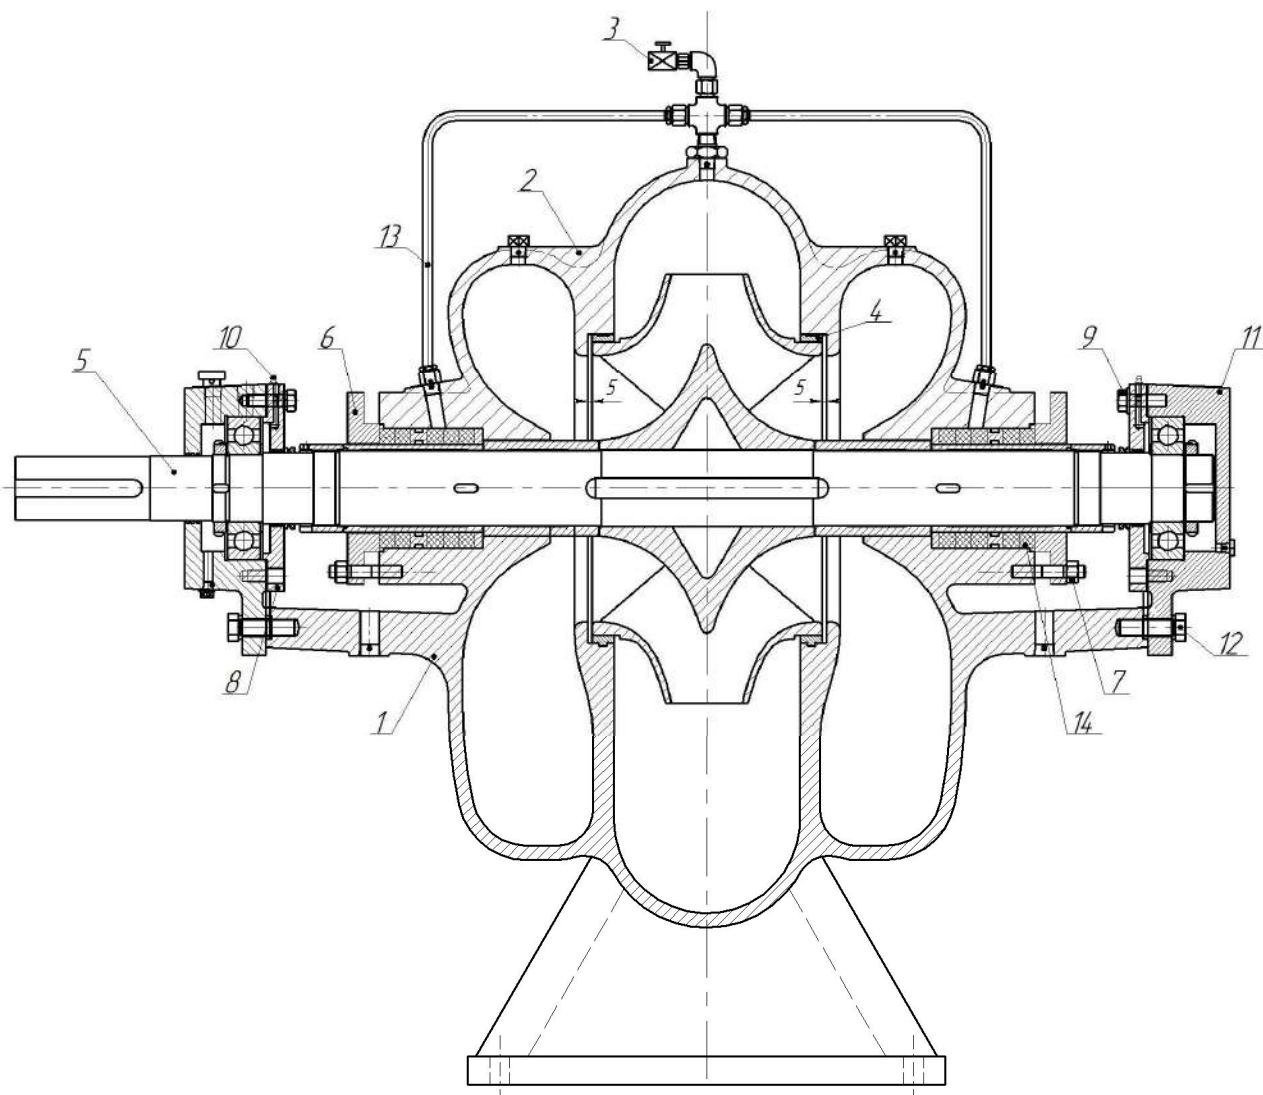

Рисунок 4.1 - Общий вид насоса «Иртыш» ЦНД с торцовым уплотнением
- отвернуть метизы крепления крышки торцового уплотнения поз. 7 (рисунок 4.1) и сдвинув крышку со шпилек, аккуратно отодвинуть кольцо торцового уплотнения;